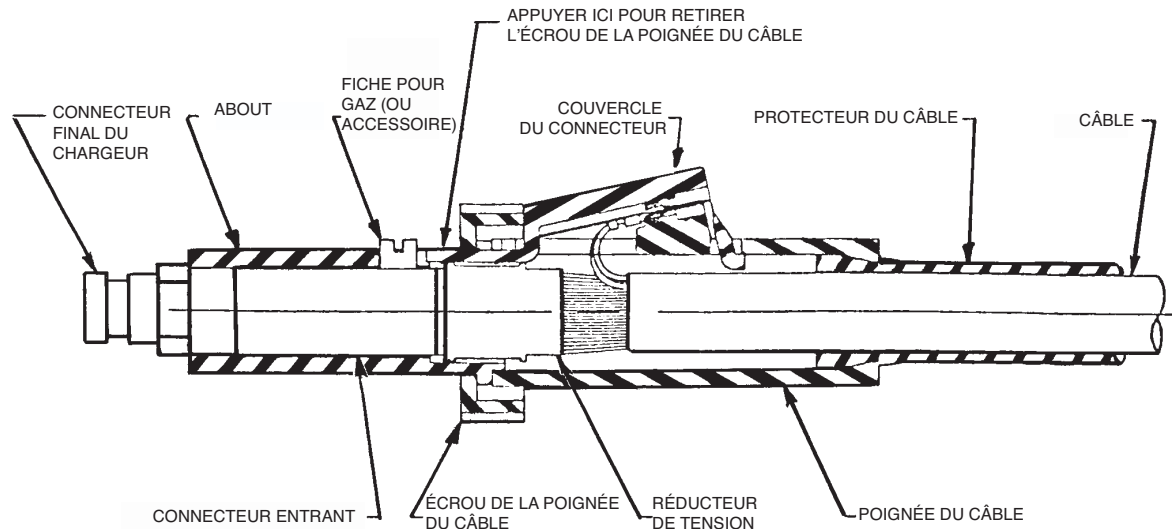

FIGURE D.4
- Retirer le connecteur final du chargeur, la fiche moulée pour le gaz (ou l'accessoire indenté), l'écrou de la poignée du câble, l'about en plastique et le couvercle du connecteur (voir la Figure D.4). **NOTE:** Afin de retirer l'écrou de la poignée du câble, il faut appuyer sur la queue du couvercle du connecteur et faire tourner l'écrou de la poignée du câble sur  $\frac{1}{4}$  de tour dans le sens contraire à celui des aiguilles d'une montre, en le regardant depuis l'extrémité du chargeur.
- Positionner le protecteur du câble et la poignée du câble sur le câble et monter en place les terminales des fils de contrôle de rechange sur la poignée du câble. Insérer le couvercle du connecteur à sa place. Installer l'about et le fixer à la poignée du câble avec l'écrou de la poignée du câble. Se reporter à la Figure D.4.